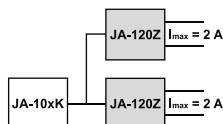

Figure 1 : Augmentation du courant de sortie du bus jusqu'à 2 A par chaque unité JA-120Z
- Fournir un courant suffisant aux composants connectés lorsque le courant de sortie de la centrale d'alarme est insuffisant, voir Figure 1.